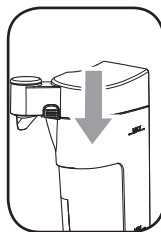

Fig.3
- 3- Ricollocare il coperchio della caraffa e assicurarsi che sia posizionato correttamente (Fig.3).